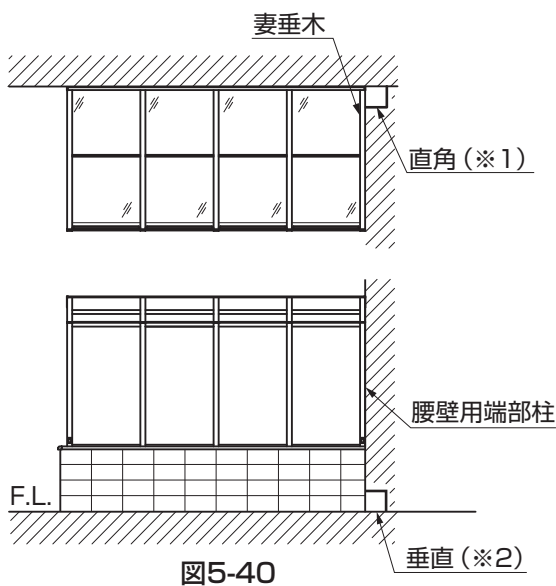

図5-40
- 躯体外壁の直角度(※1)、垂直度(※2)に狂いが生じている場合は、取付けることができませんので、修正してください。修正時の部材については、現場で手配してください。(図5-40参照)